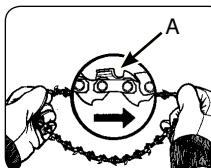

Рис. 4A
1. Расстелите цепь в круг, направив режущие кромки (A) по ходу часовой стрелки по периферии (Рис. 4A).